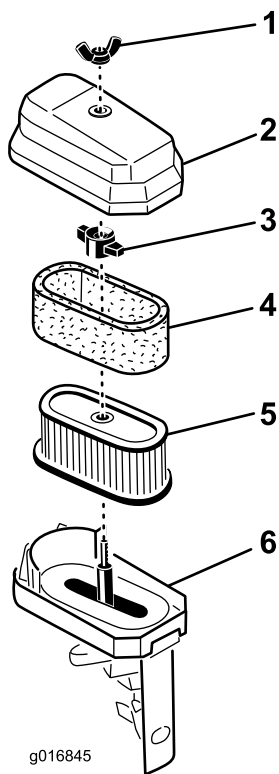

Figure 37
2. Enlevez les écrous à oreilles qui fixent le couvercle du filtre à air et déposez le couvercle. Nettoyez soigneusement le couvercle (Figure 36 et Figure 37).
3. Si l'élément en mousse est encrassé, sortez-le de l'élément en papier (Figure 37). Nettoyez-le soigneusement.